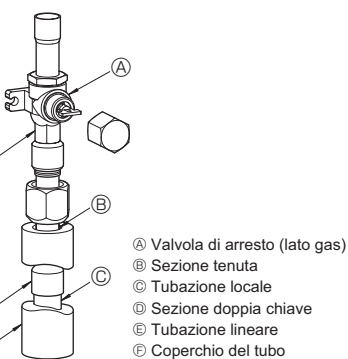

Fig. 4-3
③ Per il collegamento delle tubazioni lato gas, procedere nel modo seguente. (Fig. 4-3)